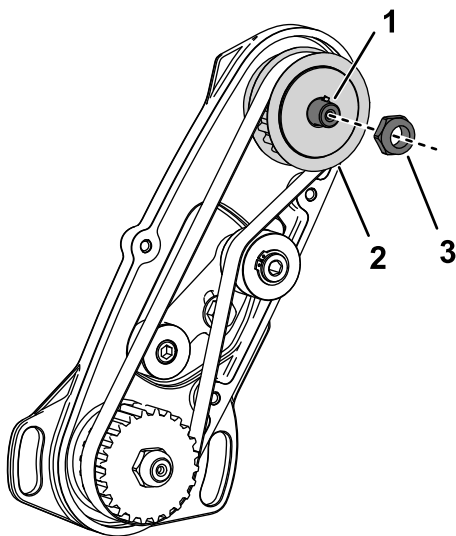

Рисунок 4
7. Отверните гайку с вала привода барабана (Рисунок 4).